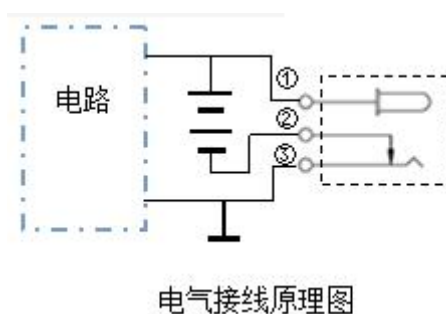

图 1.13 DC005 电气接线原理图
2】当插入插头后，顶开动触点③，切断电路内部电池负极通路，内部电源停止供电，随即接入外电源负极，与①③脚组成外电源供电通路。电气接线原理详见图 1.13。